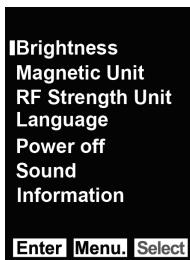

Figure 4 – Écran des options du menu principal
6. A partir de l'écran du Menu principal (Figure 4), la touche MENU peut être utilisée pour sortir du Menu principal.